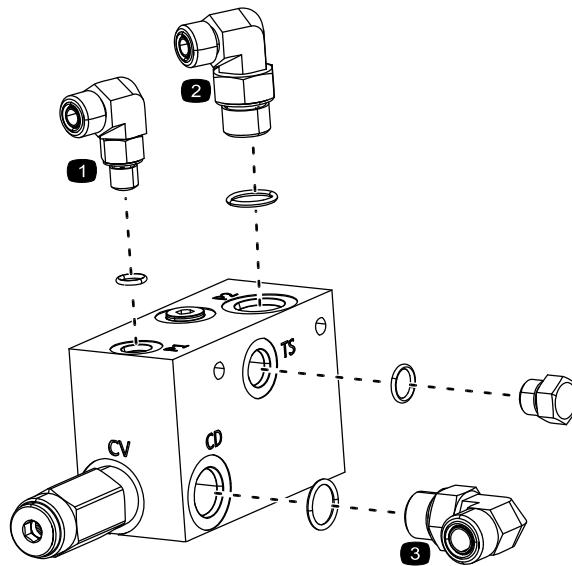

Figura 2
2. Instale los acoplamientos en el distribuidor y apriételos a mano (Figura 2).
3. Instale el tapón en el distribuidor (Figura 2) y apriete a 46 – 57 N·m (34 – 42 pies-libra).